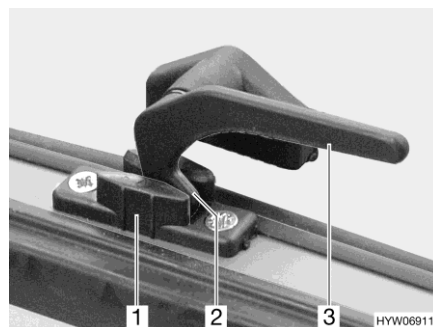

Bild 26 Verriegelungshebel (Stellung "Dauerbelüftung")
- in Stellung "Dauerbelüftung" (Bild 26)
- Alle Verriegelungshebel (Bild 26,3) eine viertel Umdrehung zur Fenstermitte hin drehen.
- Alle Verriegelungshebel wieder zurückdrehen. Die Verriegelungsnase (Bild 26,2) dabei jeweils in die Aussparung der Fensterverriegelung (Bild 26,1) einfahren.